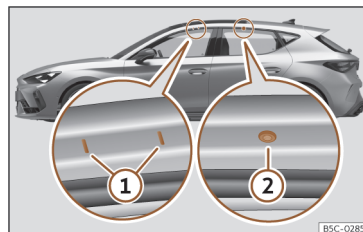

**Fig. 201** Pontos de fixação das barras longitudinais para a bagageira do tejadilho (Leon).
*Válido para Leon:* Os pontos de fixação dianteiros e traseiros (1) e (2) só se podem ver com as portas abertas >>> Fig. 201.